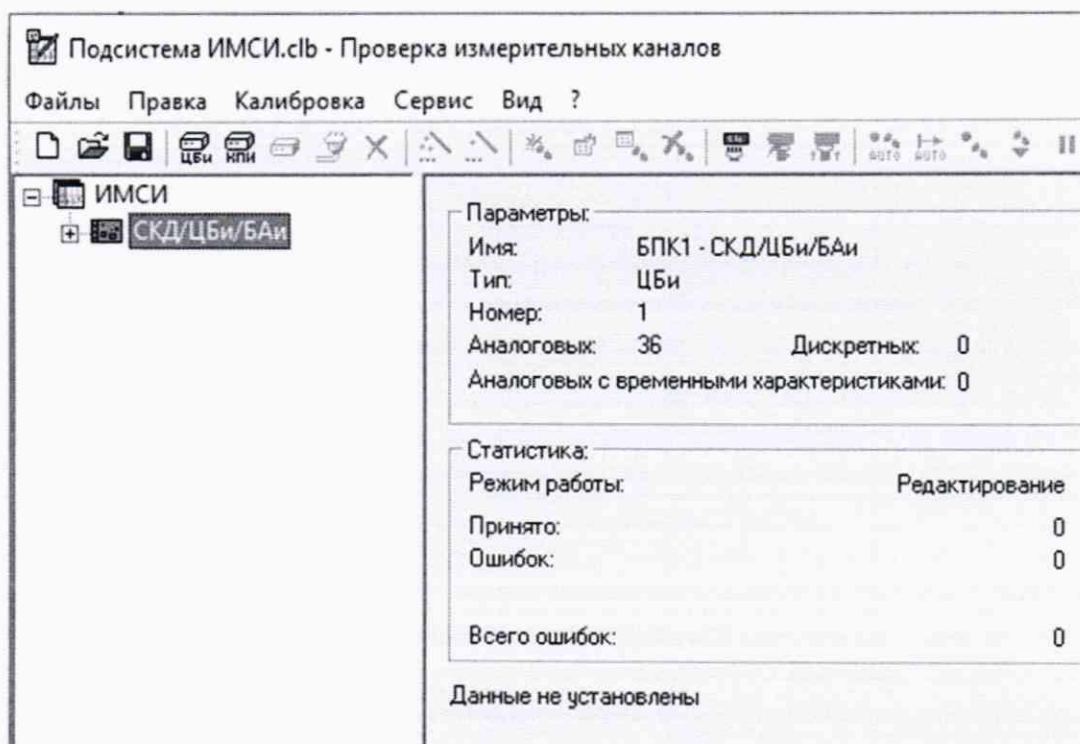

Рисунок 5 – Структура подсистемы с БАи
- развернуть внутреннюю структуру подсистемы, для чего подвести указатель «мыши» к знаку , расположенному рядом с наименованием подсистемы и выбрать его. После этого, откроется укрупненная структура подсистемы, состоящая из блоков автоматики, входящих в состав подсистемы (рисунок 5) . При этом в зоне просмотра отображается общее количество измерительных каналов проверяемой подсистемы.